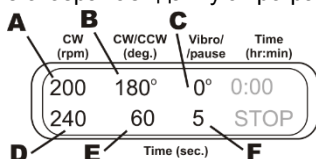

Рисунок 7.
6.9.3. **Вращение + Возвратно-поступательное движение + Пауза.** Установите скорость (40-1000 об/мин, рис. 7/A) и время (1-250 с, рис. 7/D) вращательного движения. Установите угол поворота (30-360°, рис. 7/B) и время (1-250 с, рис. 7/E) возвратно-поступательного движения. Вращение и возвратно-поступательное движение идут на одной скорости. Для вибродвижения, установите угол поворота на ноль (рис. 7/C) и время (1-5 с, рис. 7/F), это продолжительность паузы. График на рисунке 8 отображает данную программу.